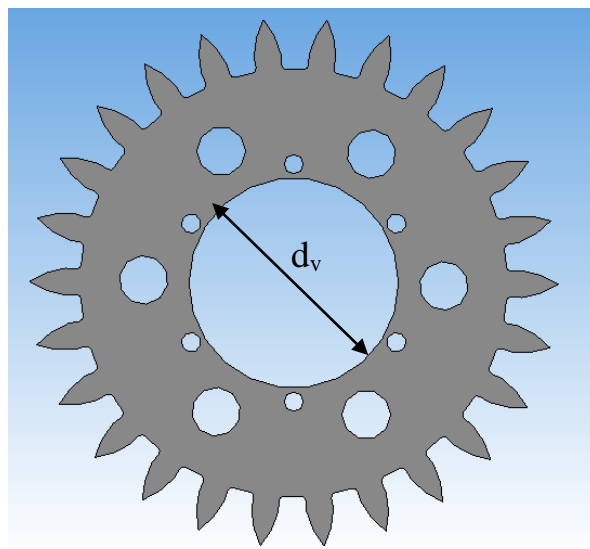

Рисунок 1.3 – Диаметр внутреннего отверстия, d_v
- диаметр внутреннего отверстия, d_v (рисунок 1.3);